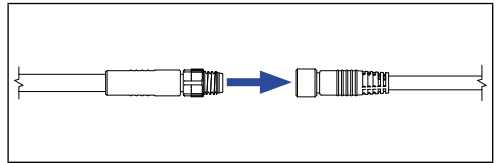

Abb. 10: Anschluss des Steckers an die Buchse der vorhandenen Spannungsversorgung
Für die R-Serie V mit EtherCAT®, EtherNet/IP™, POWERLINK und PROFINET kann der TempoLink Sensorassistent in eine vorhandene Spannungsversorgung eingebunden werden. Schließen Sie den Stecker ② an die Buchse des Kabels für die Spannungsversorgung an, welcher zuvor an den Sensor angeschlossen war (Abb. 10).